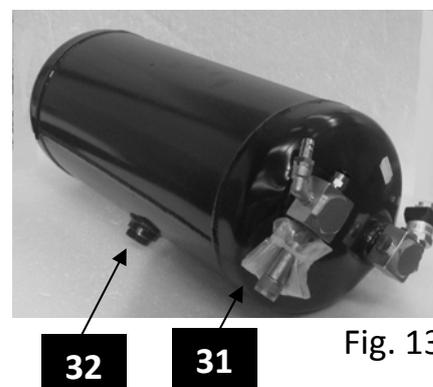

Fig. 13
1. Leggere la targhetta saldata o incisa sul serbatoio non può essere utilizzato oltre le condizioni di pressione (PS), temperatura massima (Tmax) e temperatura minima (Tmin) scritte in targhetta.
6. L'utente deve mantenere opportunamente spurgato il serbatoio: una volta all'anno scaricare la condensa svitando il tappo di scarico posto sotto al serbatoio Fig 1- Fig.13 pos.32. Questa operazione deve essere fatta con serbatoio **non sotto pressione**.
### CONTROLLO PERIODICO DELLA VALVOLA DI SICUREZZA (Fig.13 pos.31)